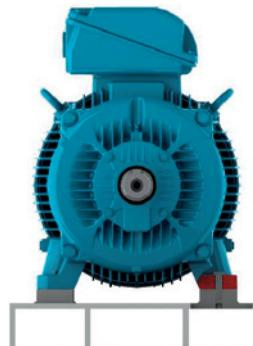

Figura 6.3 - Motor instalado sobre base metálica
- Bases metálicas: más comunes para motores de pequeño tamaño (ver Figura 6.3)